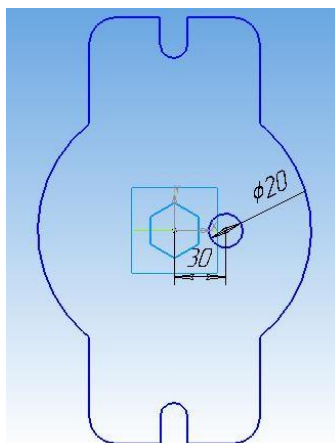
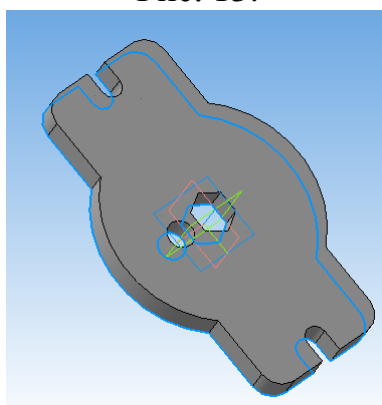

Рис. 13.
Рис. 14.
**Примечание:** для того, чтобы выполнить отверстие в детали, необходимо отредактировать эскиз (рис. 13) и зафиксировать изменения, нажав кнопку *Создать объект* . Модель детали изменится автоматически (рис. 14).